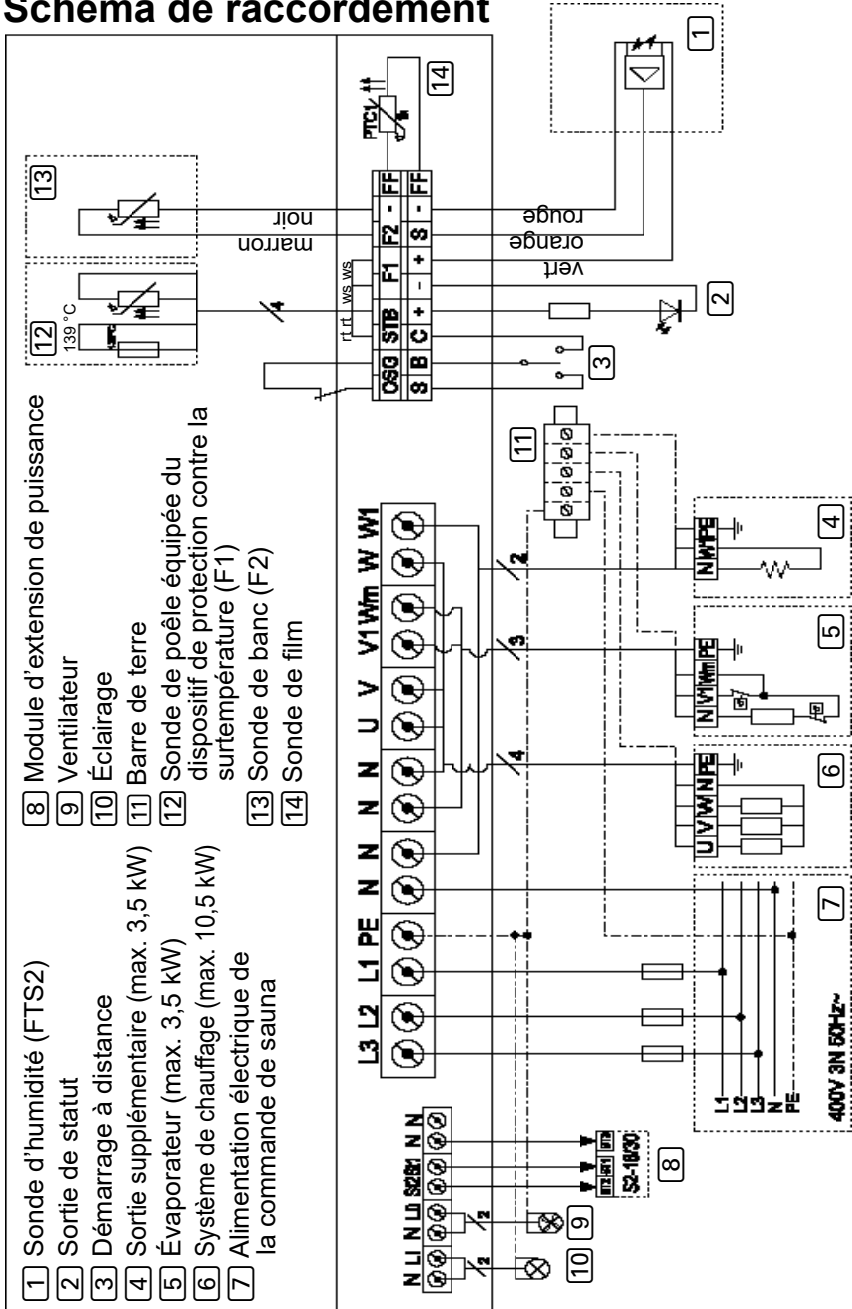

Fig. 4 Schéma de raccordement
- Respectez le schéma de raccordement (**Fig. 4**) page **26**.